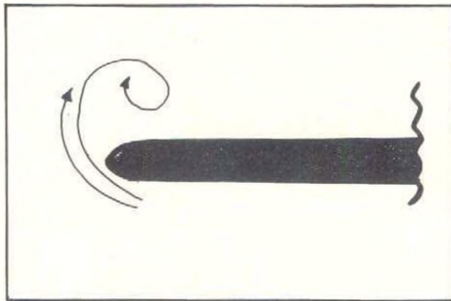

Fig. 2. Vingens sedd framifrån.
5. Räkna ut vingens inducerade motstånd  $Cw_i$  (se teckenförklaring). Förklaring se fig. 2 (föres in i tabellen).